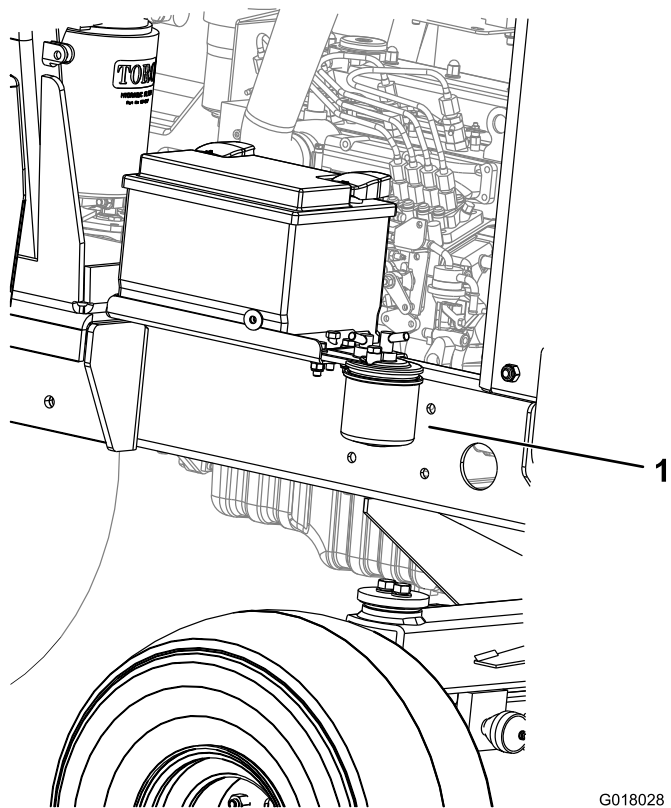

Figura 37
1. Mettete un contenitore pulito sotto la scatola del filtro del carburante (Figura 37).